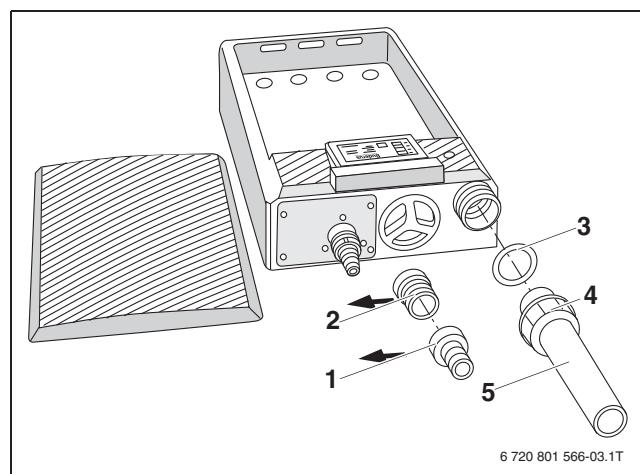

Рис. 3 Установка трубы ПВХ
Для трубы выхода конденсата из котла Ø 40 мм входной штуцер на устройстве нейтрализации (EKO) нужно заменить на трубу из ПВХ (→ рис. 3).
- ▶ Отверните накидную гайку, удалите наконечник шланга (→ рис. 3, [1]) и переходник (→ рис. 3, [2]).
- ▶ Закрепите трубу ПВХ (→ рис. 3, [5]) с уплотнением (→ рис. 3, [3]) накидной гайкой (→ рис. 3, [4]).